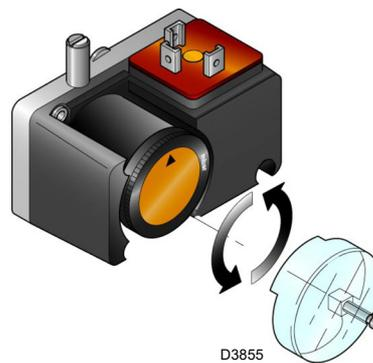

Fig. 34
- Regular el presostato gas de mínima (Fig. 34 a pág. 38) en el inicio de la escala.
Regular el presostato gas de mínima (Fig. 34) después de haber efectuado todas las demás regulaciones del quemador con el presostato regulado en el inicio de la escala.